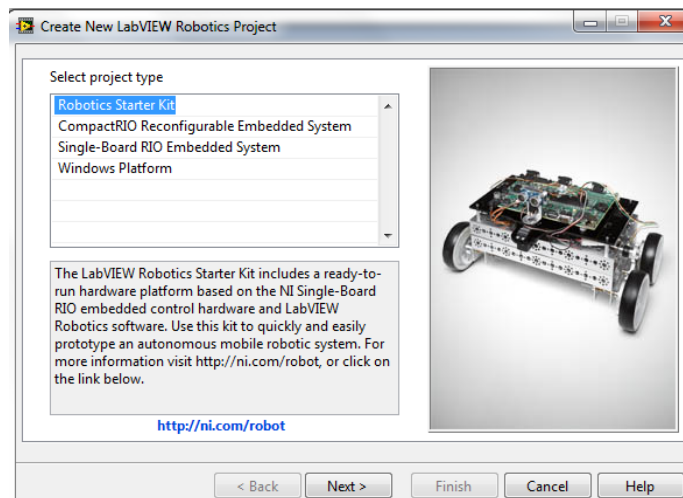

Fig 14. Finalización de la configuración del robot.
10. Seleccione Robotics Starter Kit y oprima Next (Fig. 14).